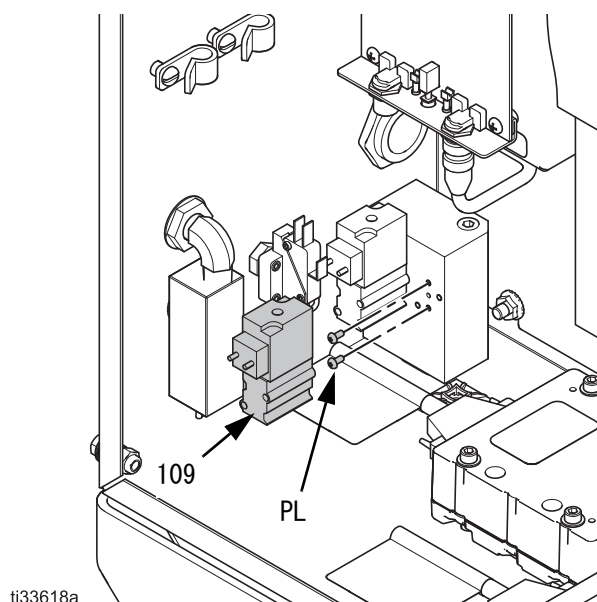

図 18: GFB ソレノイドを設置
注：それぞれガン洗浄ボックスには、1つのソレノイド（109）があります。図 18 と に示されているように、ソレノイドをエア供給マニホールドブロックに取り付けてください。
3. 図 18 で示されるように、正しい位置にソレノイドバルブ（109）を取り付けてください。同梱されている2つのネジで固定します。